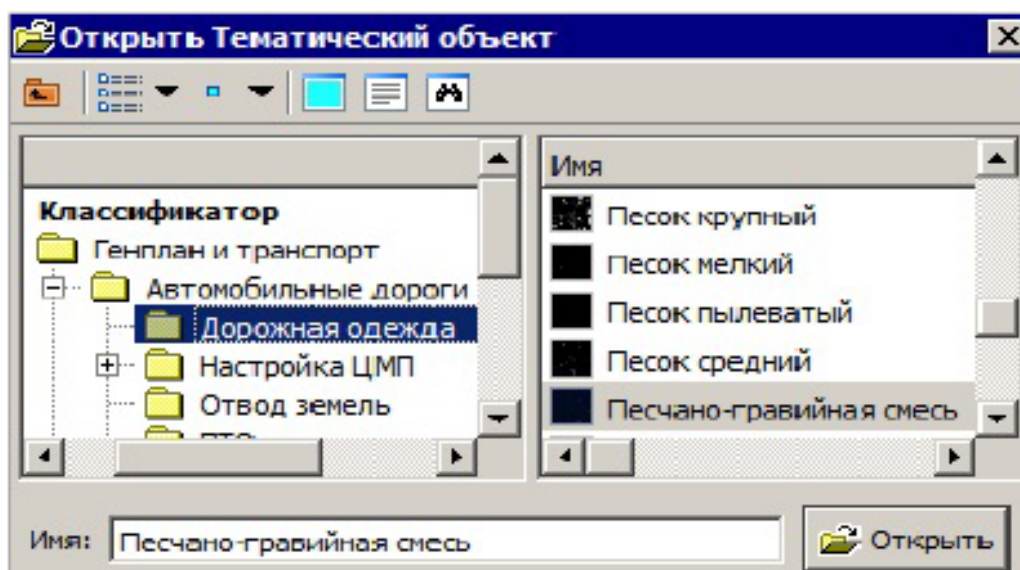

Рис. 9.7. Тематический классификатор
5.2. Для выбора материала в добавленные строки используйте объекты классификатора (рис. 9.7).